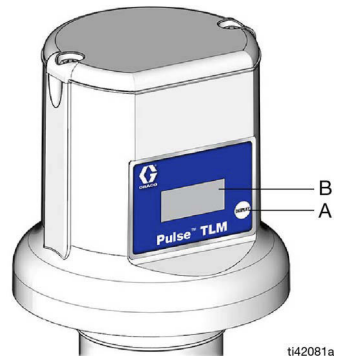

FIG. 2
2. Appuyer sur le bouton Afficher (A) et le maintenir enfoncé jusqu'à ce que l'écran (B) affiche ENREGISTREMENT, puis relâcher (FIG. 2). Ceci peut durer 20 secondes.